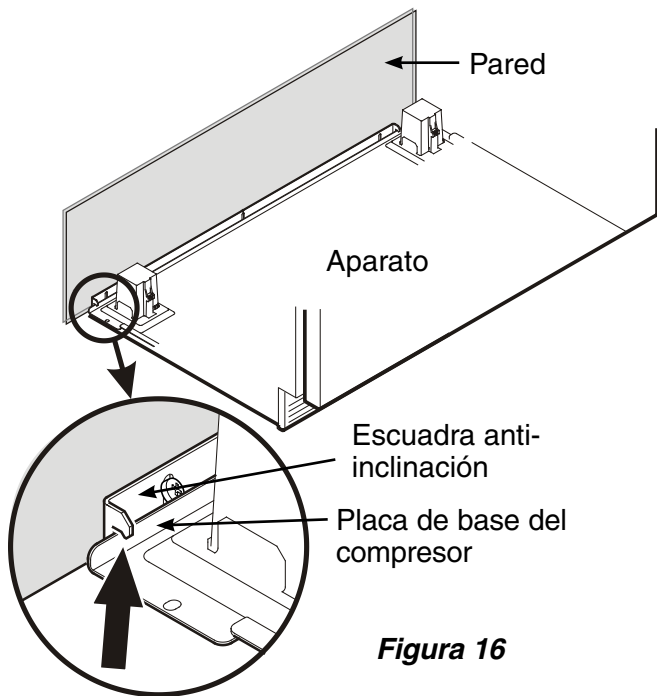

Figura 16
- Empuje el aparato lentamente hacia la pared trasera hasta que la placa de base del compresor haga contacto con la escuadra anti-inclinación (**Figura 16**).
Para evitar que el aparato se incline hacia adelante la placa de base del compresor debe estar en contacto con la escuadra anti-inclinación (**Figura 16**).